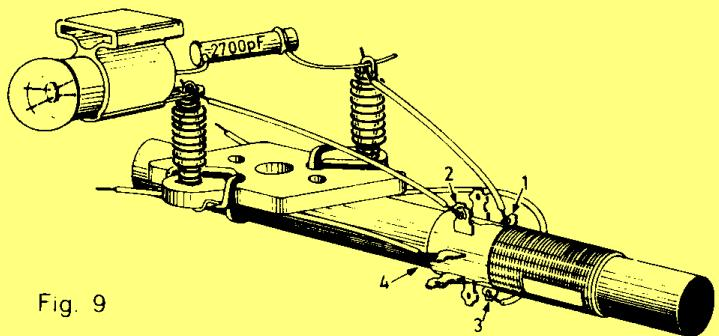

Fig. 9
Avec le bâtonnet de ferroxcube, la bobine d'antenne (9), la lampe et un condensateur de 2700 pF, on construit un appareil (fig. 7) qui nous permet de recueillir cette énergie haute fréquence. Quant on approche cet appareil près du circuit, un courant circulera dans le circuit de la bobine d'antenne grâce au couplage inductif. Ce courant est si fort que la lampe s'allumera. On trouve l'accord correct en déplaçant la bobine au-dessus du bâtonnet de ferroxcube (Fig. 9).